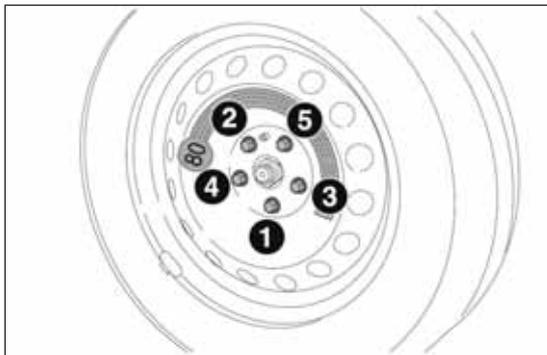

fig. 37
- con la llave A, apretar a fondo los tornillos, pasando alternativamente de un tornillo al diametralmente opuesto, siguiendo el orden numérico ilustrado en fig. 37;